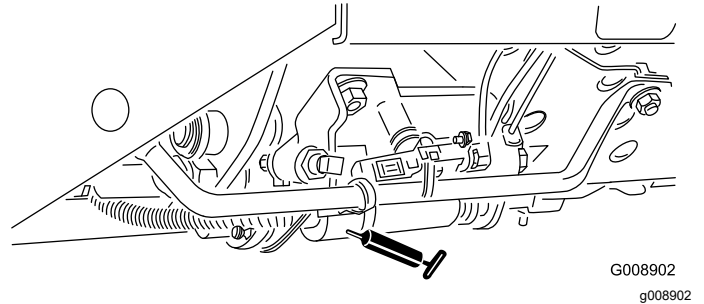

Bild 68
- Mäh-/Transportschieber (Bild 68)